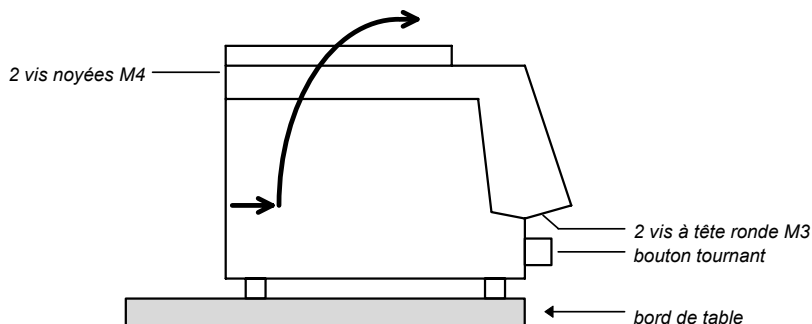

Fig. 8
- Positionner l'appareil au-dessus de bord de la table de façon à pouvoir dévisser les vis M3 (Fig. 8)